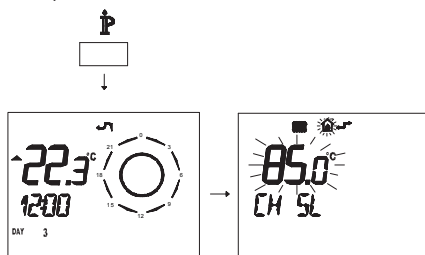

Fig. 5.55
- Premere per più di 3 secondi il pulsante para per entrare in modalità **INFO** (Fig. 5.55).